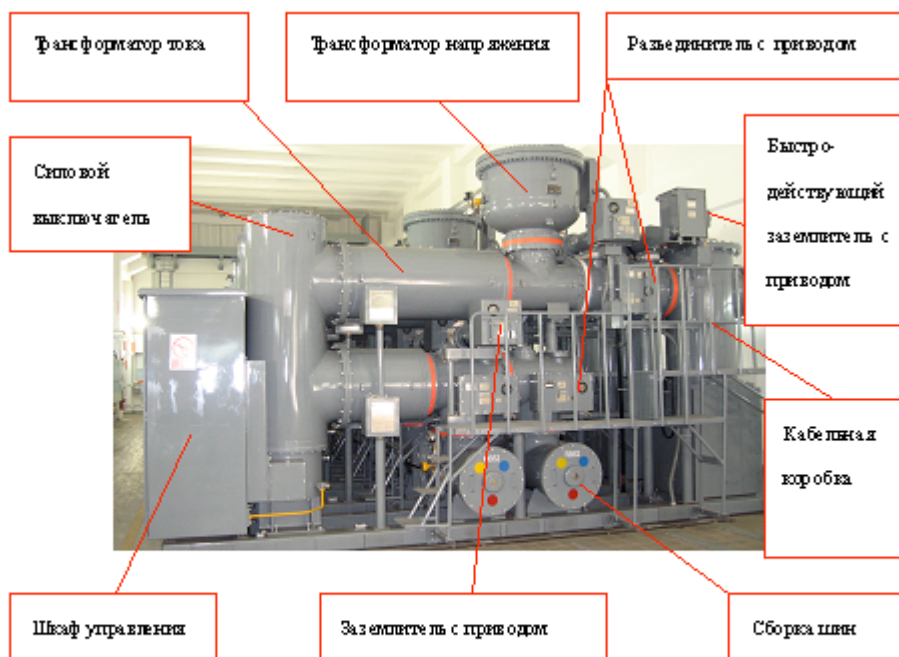

Рисунок 1
Общий вид КРУЭ Рисунок 1.
2. Описание элементов КРУЭ (рисунок 1).